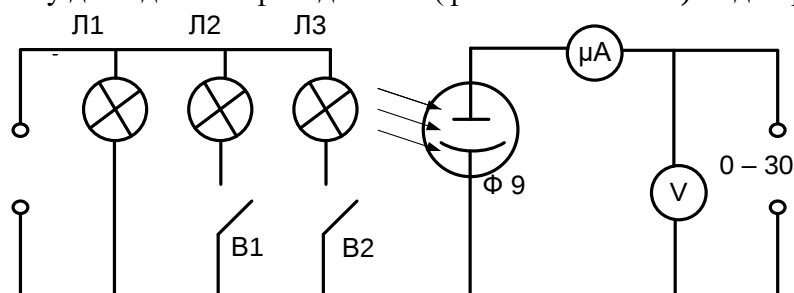

Рис. 4.1 Схема дослідження фотоелемента Ф9
1. Зібрати схему дослідження фотодатчика (фотоелемент Ф-9) згідно рис. 4.1.